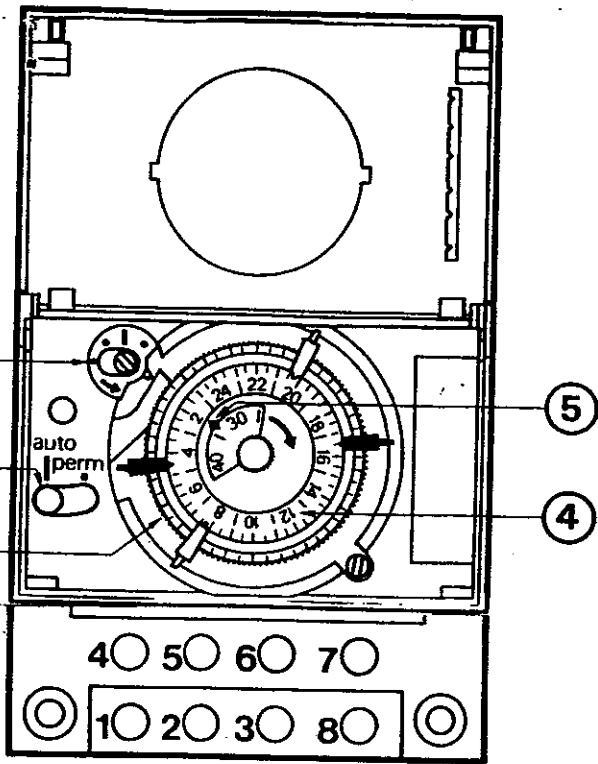

fig. 1
2 — description (fig. 1)
commande automatique (figure 1)
- figure 1 : placez le commutateur sur la position "2" (c'est l'horloge extérieure qui pilotera les périodes confort).
- pour une température économique de jour ou de nuit, en cas d'absence, placez le commutateur (figure 1 ou 2) sur la position "2". En cas de commande automatique, c'est l'horloge extérieure qui pilotera les périodes confort iréduit.
Pour les locaux inoccupés pendant une longue période. Placez le commutateur (figures 1 ou 2) sur la position "1". Une température pré-réglée de 8°C sera maintenue.